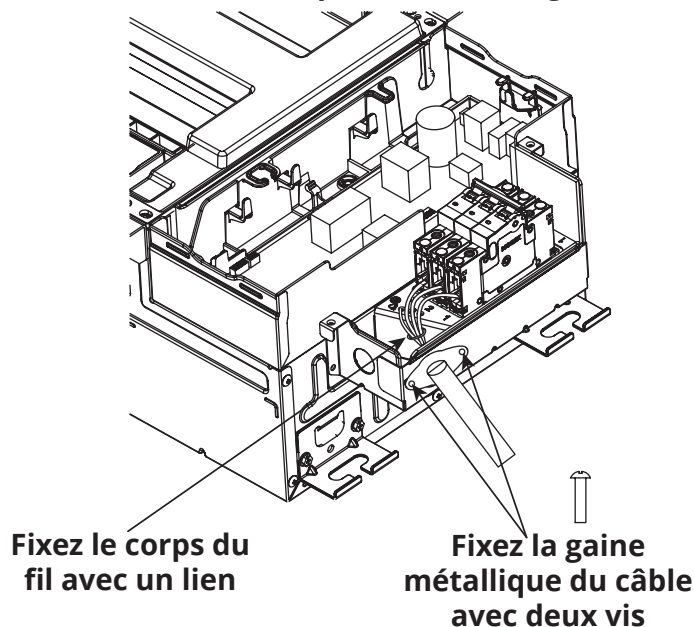

Figure 5.11
4. Fixez la gaine métallique du câble DIYPRO™ à la boîte du disjoncteur à l'aide de deux vis ST3.9*10. Ensuite, fixez le corps du fil dans la boîte du disjoncteur à l'aide d'un lien. Voir la **figure 5.11** ci-dessous.